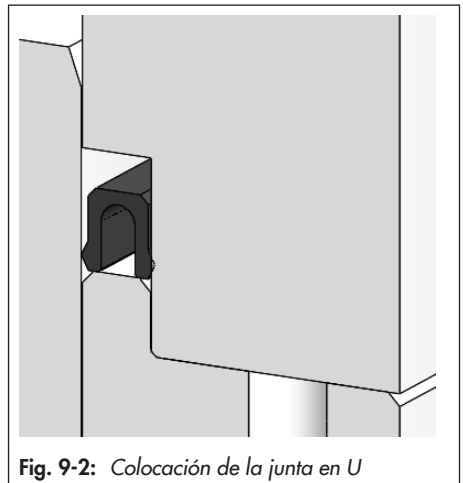

Fig. 9-2: Colocación de la junta en U
- ➔ Cuando se utiliza una junta en U, insertar la junta en la ranura de la parte inferior de la parte superior de la jaula. Presionar la junta uniformemente en toda la circunferencia. El lado abierto de la junta en U debe colocarse orientado hacia la superficie frontal de la parte inferior, ver Fig. 9-2.